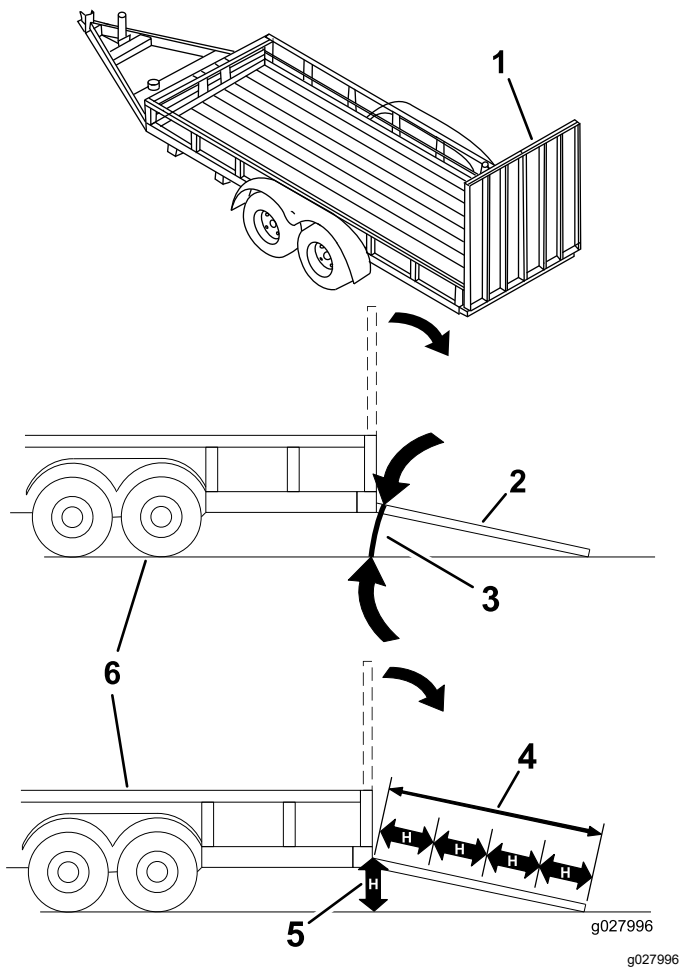

Figura 25
El cargar la máquina en un remolque o un camión aumenta la posibilidad de un vuelco y podría causar lesiones graves o la muerte (Figura 25).
- Baje la rampa, asegurándose de que el ángulo entre la rampa y el suelo no supera los 15 grados (Figura 25).